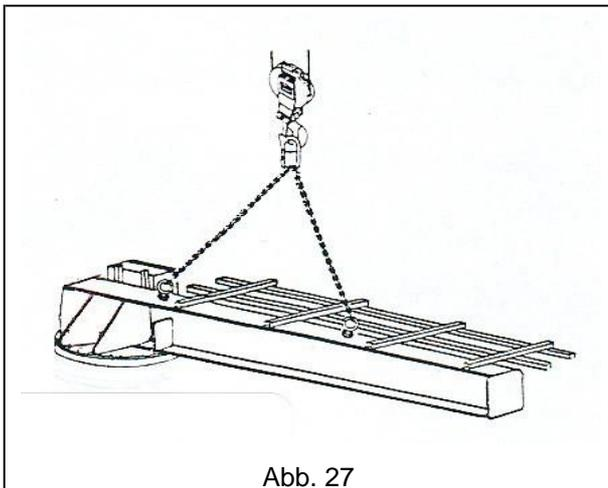

Abb. 27
2. Den Ausleger an den entsprechenden Punkten anschlagen (siehe Abb. 27) und mit geeigneten Hebemitteln, d.h. einem Brücken- oder Mobilkran sowie entsprechenden Anschlagmitteln mit ausreichender Traglast anheben. Der Laufräger muss dabei parallel zum Boden gehalten werden. Darauf achten, den Schaltkasten und die Schleppkabelanlage (Schienen, Kabel usw.) nicht zu beschädigen, die gewöhnlich bereits am Ausleger montiert sind.